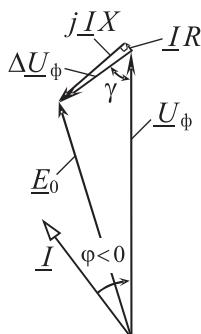

Рис. 11.5
В случае работы генератора на емкостную нагрузку ($\varphi < 0$) векторная диаграмма примет вид, показанный на рис. 11.5.
Из векторной диаграммы, приведенной на рис. 11.5, можно определить, что в этом режиме $\gamma = 55,63^\circ$. Тогда, подставив в формулу (2) параметры, соответствующие анализируемому режиму работы, найдем: